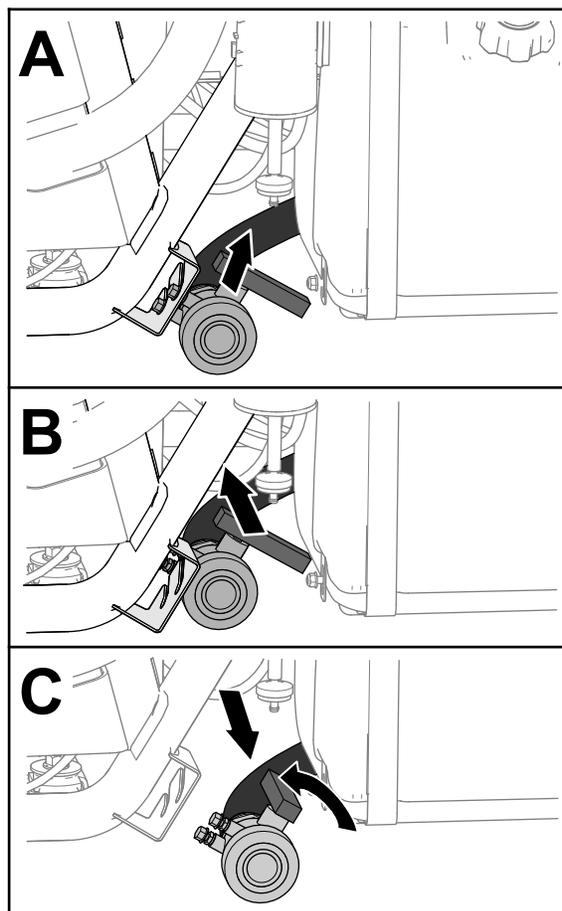

図 28
2. 車両左側、燃料タンクの前方にあるタンクドレンバルブを探し出す 図 28。
3. ドレンバルブを持ち上げて車両内側へ押し込み、バルブのスタッドがブラケットのスロットから外して、バルブを外す 図 28。
4. 薬剤回収容器の中にバルブを入れ、バルブのハンドルを左に回してバルブを開く (図 28)。
5. 排出が完全に終了したら、ドレンバルブのハンドルを「閉」に回し、バルブをブラケットに元通りに取り付ける 図 28。